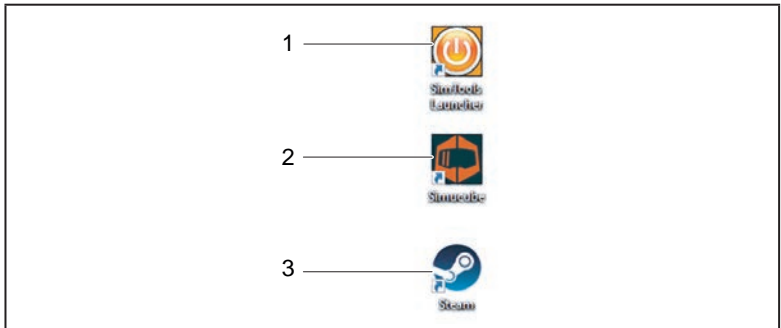

Abb.: 13 Start-Monitor, Desktop – TrackTime 3motion SIMULATOR (Beispieldarstellung)
- Durch Doppelklick **SimuCUBE** Abb.: 13 Pos. Nr. 2 öffnen.